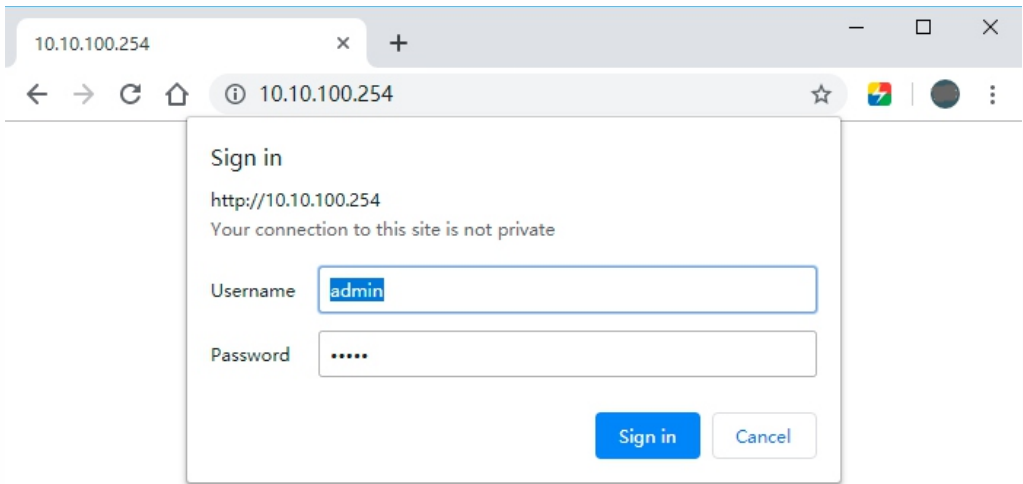

Рисунок 1-8
3. Подключите ПК к модулю C215: Используйте ПК для подключения сигнала «USR-C215» (пароль не требуется). После подключения откройте браузер и введите IP-адрес «10.10.100.254», затем нажмите клавишу Enter на клавиатуре. Затем введите имя пользователя и пароль для входа в систему. Имя пользователя и пароль — «admin». (рис. 1-8).